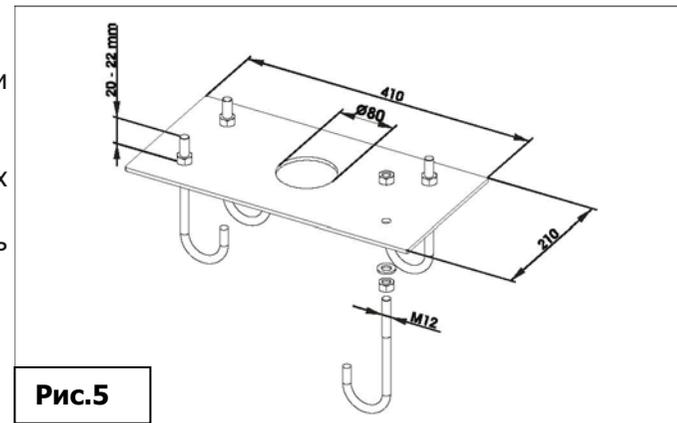

Рис.5
- 1) Установить монтажное основание согласно рис.5